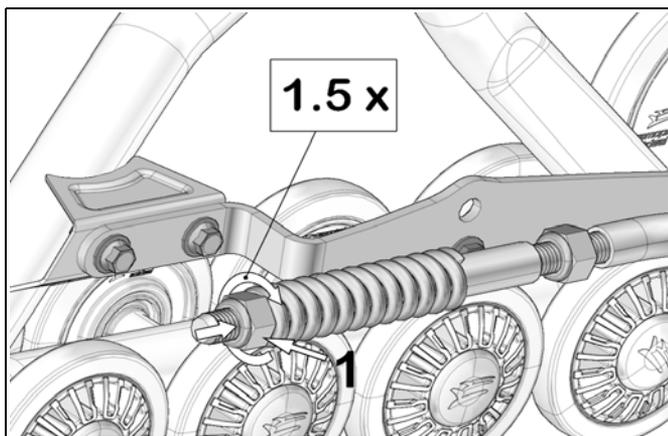

Figure 12
- Tourner l'écrou (1) jusqu'à ce qu'il soit en contact avec le ressort. Comprimer ensuite le ressort en tournant cet écrou de 1,5 tour. Voir la Figure 12.